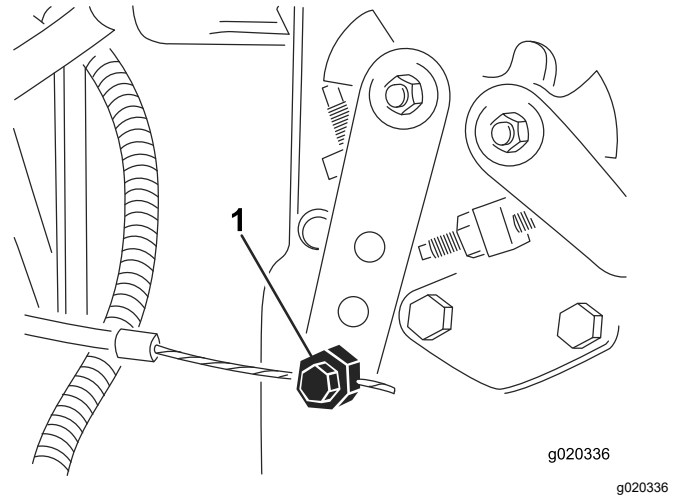

Figure 75
3. Desserrez le connecteur du câble d'accélérateur sur le bras du levier de la pompe d'injection (Figure 75).